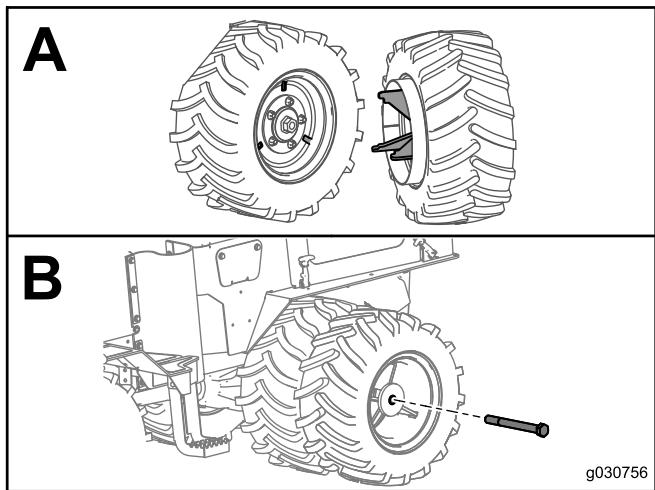

Figura 2
7. Alinee las pestañas de la rueda doble con las ranuras de la placa adaptadora (Dibujo A de Figura 2).
8. Instale la rueda doble en la placa adaptadora usando un perno grande con adhesivo de roscas (Dibujo B de Figura 2). Apriete el perno a 610–623 N·m.